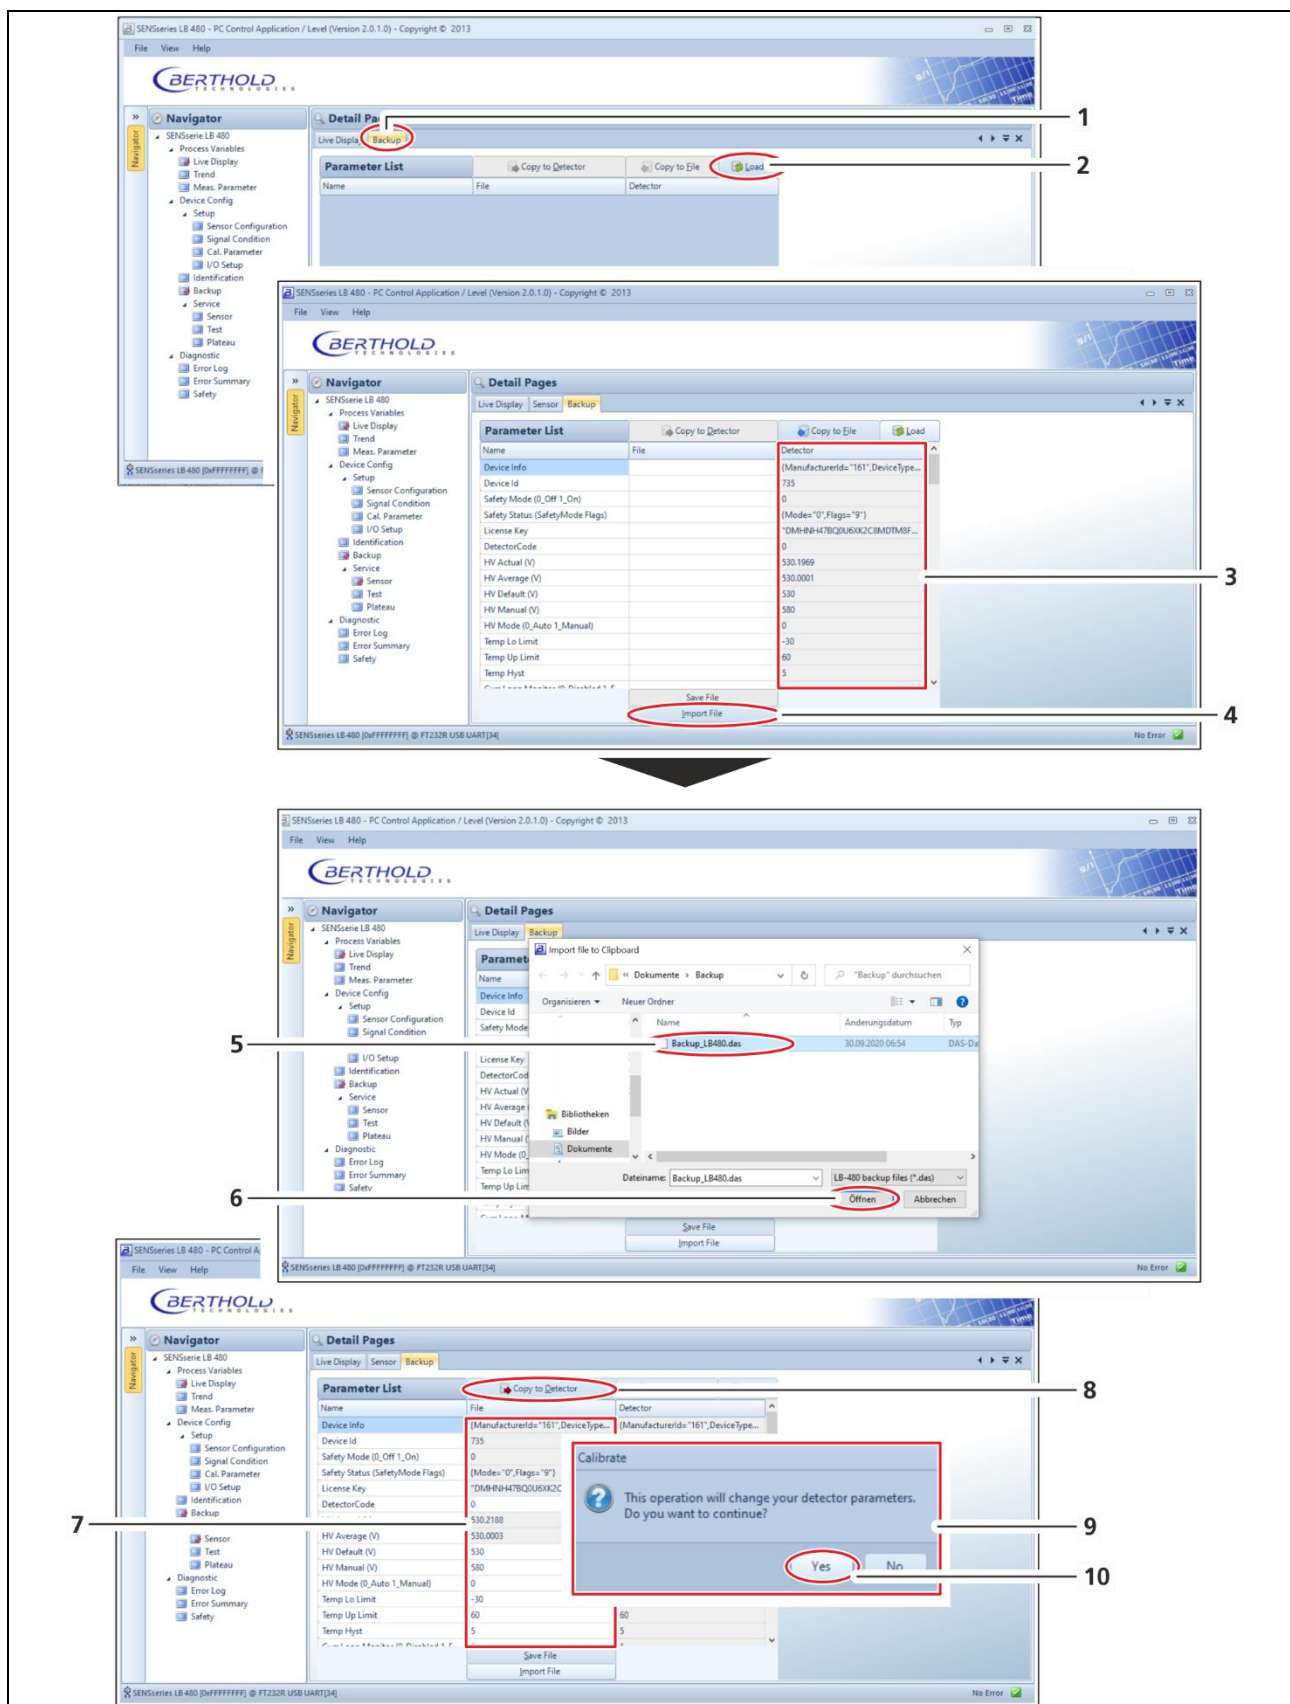

Abb. 9 Daten an den Detektor übermitteln
31. Öffnen Sie das Programm *LB 480-PC UserInterface* und klicken Sie im Menübaum **Device Config ► Backup** (Abb. 9, Pos.1) auf die Schaltfläche <Load> (Abb. 9, Pos.2).
- ▶ Alle Standard-Werte werden in der Spalte „Detector“ (Abb. 9, Pos.3) angezeigt.
32. Klicken Sie auf die Schaltfläche <Import File> (Abb. 9, Pos.4).
33. Wählen Sie die in Schritt 15 erstellte Backup-Datei (Abb. 9, Pos.5) aus und klicken Sie auf die Schaltfläche <Öffnen> (Abb. 9, Pos.6).
- ▶ Die Kalibrierdaten und Einstellwerte wurden in die mittlere Spalte „File“ (Abb. 9, Pos.7) geladen.
34. Klicken Sie auf die Schaltfläche <Copy to Detector> (Abb. 9, Pos.8).
- ▶ Ein Bestätigungsfenster (Abb. 9, Pos.9) wird angezeigt.
35. Klicken Sie auf die Schaltfläche <Yes> (Abb. 9, Pos.10) um die Daten an den Detektor zu übermitteln.